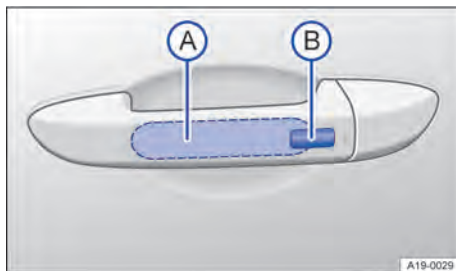

Fig. 69 Na maçaneta da porta: superfícies do sensor.
- Tocar na superfície do sensor → Fig. 69 (A) no lado de dentro da maçaneta da porta.
- Tocar na superfície do sensor → Fig. 69 (B) no lado externo da maçaneta da porta.
- Além disso, dentro de cinco segundos, tocar uma vez o sensor no lado externo da maçaneta da porta → Fig. 69 . Assim, não agarrar na maçaneta da porta.
- Manter o dedo por alguns segundos na superfície do sensor → Fig. 69  da maçaneta da porta do condutor ou do passageiro dianteiro até que a janela ou o teto de vidro estejam fechados.